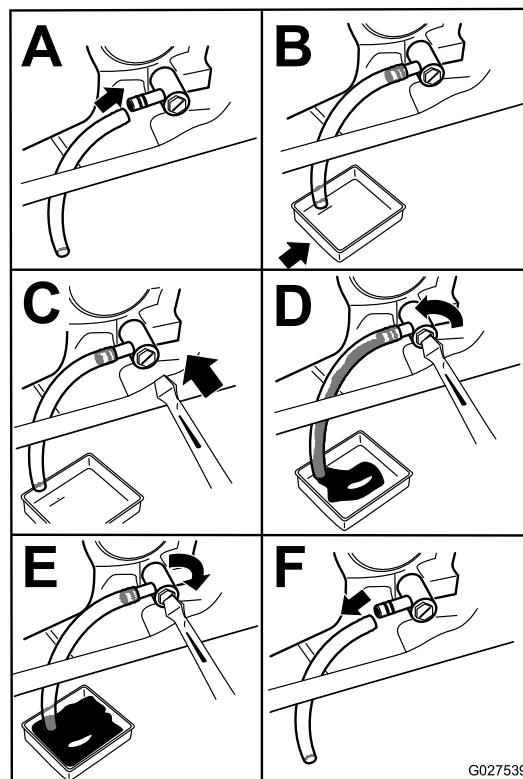

Figure 37
4. Vidangez l'huile moteur (Figure 37).